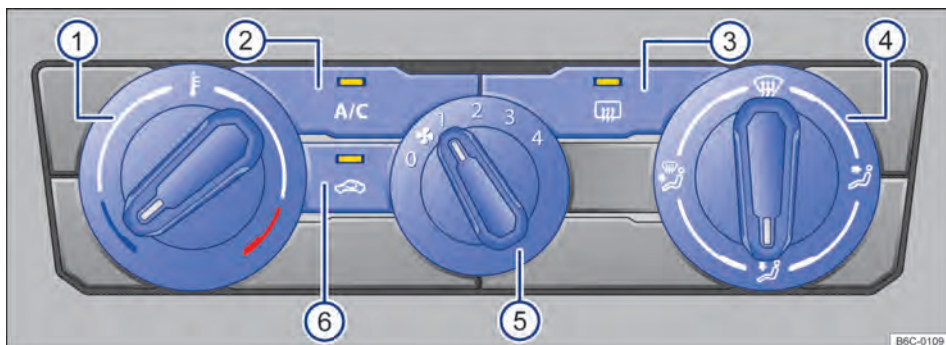

Fig. 84 Comandos do ar-condicionado.
- **Ar-condicionado:** girar o regulador do ventilador para o nível 0 → Fig. 84 (5).
- **Ar-condicionado:** pressionar o botão **A/C** → Fig. 84 (2) para ligar e desligar o funcionamento da refrigeração.
- *Ar-condicionado*: girar o regulador rotativo esquerdo → Fig. 84 ①.
- *Ar-condicionado*: girar o regulador do ventilador → Fig. 84 ⑤.
- *Ar-condicionado*: pressionar o botão  → Fig. 84 ⑥.
- *Ar-condicionado*: girar o regulador da direita → Fig. 84 ④ para posição desejada.
- *Ar-condicionado*: girar o regulador direito para a posição  → Fig. 84 ④.
- *Ar-condicionado*: pressionar o botão  → Fig. 84 ③.